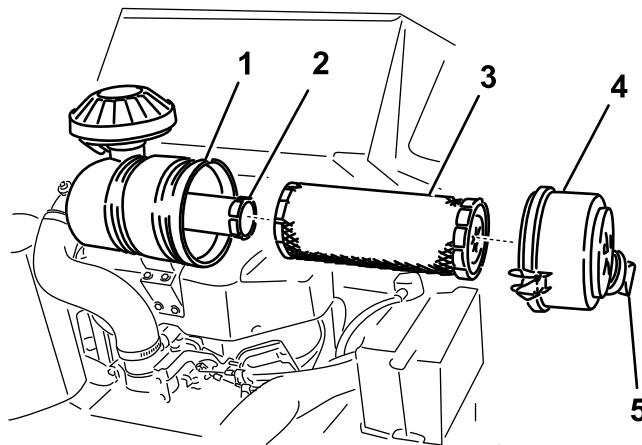

Figura 30
3. Abra los cierres del limpiador de aire y tire de la tapa del limpiador de aire para separarla de la carcasa del limpiador de aire (Figura 30).
1. Extraiga con cuidado el filtro primario del cuerpo del limpiador de aire (Figura 30). Evite golpear el filtro contra el lado de la carcasa.
- Si va a cambiar el filtro de seguridad, deslice cuidadosamente el filtro nuevo en el cuerpo del filtro (Figura 30).
- Deslice cuidadosamente el filtro primario por encima del filtro de seguridad (Figura 30). Asegúrese de que está bien asentado empujando sobre el borde exterior del filtro mientras lo instala.
- Instale la tapa del limpiador de aire con el tapón antipolvo orientado según se muestra en Figura 30, y cierre los enganches.